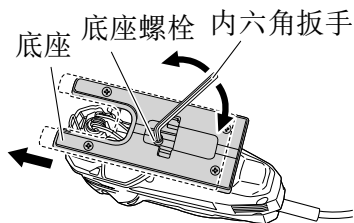

图 7
- (1) 使用内六角扳手松开附在底座上的底座螺栓，并将底座充分向前移动（图 7）。
- (1) 使用内六角扳手松开附在底座上的底座螺栓。（第 9 页的图 7）
- (2) 将底座充分向前移动（第 9 页的图 7）再次上紧底座螺栓。
(1) 使用内六角扳手松开附在底座上的底座螺栓。（第 9 页的图 7）
(2) 将底座充分向前移动，再次上紧底座螺栓。（第 9 页的图 7）
(3) 将轨道位置设为“0”。
(1) 使用内六角扳手松开附在底座上的底座螺栓,并将底座充分向前移动。(第 9 页的图 7)
(3) 再次上紧底座螺栓。(第 9 页的图 7)
(4) 将轨道位置设为“0”-“III”。